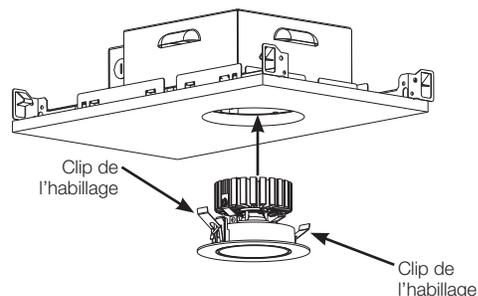

Figure 3
- Retirez le(s) écrou(s) papillon du support de fixation du contrôleur de DEL (pilote) (**Figure 3**).